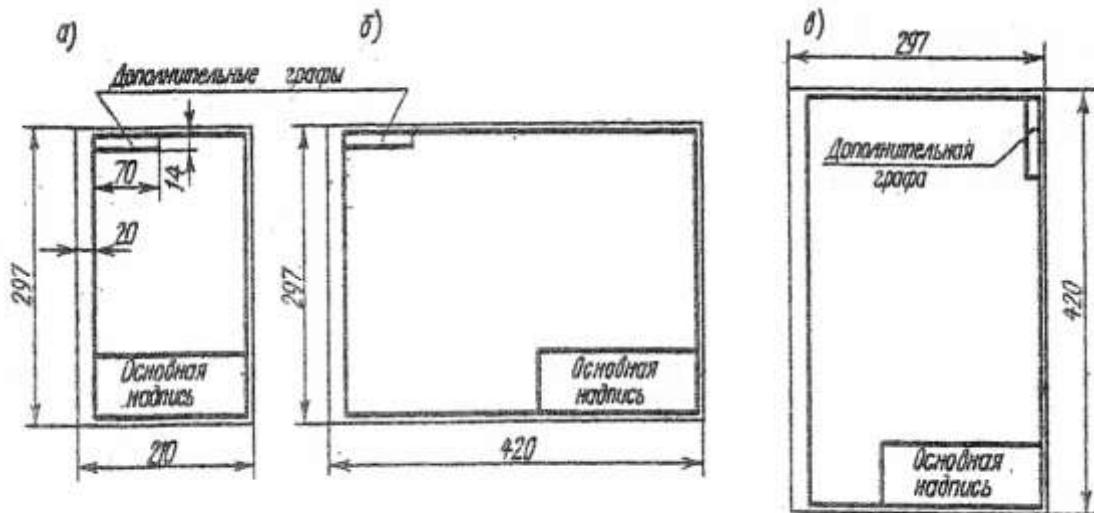
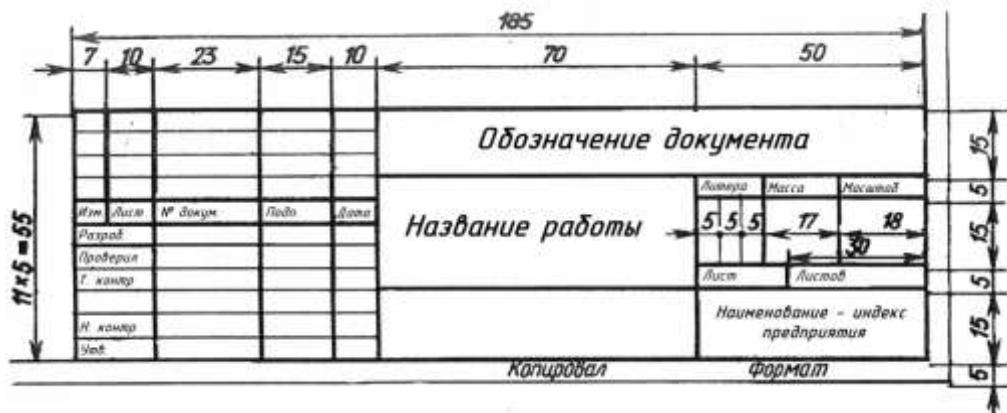

Рис.1 Расположение основной надписи на листе
Рис.2 Основная надпись
Чертеж оформляется рамкой, которую проводят сплошной основной линией от верхней, правой и нижней сторон внешней рамки на 5мм и на 20мм от левой для подшивки листа. В правом нижнем углу формата помещают основную надпись чертежа (угловой штамп) Рис.1. Форма, содержание и размер графической основной надписи для технических чертежей (рис.2)
- 2.Соблюдая размеры основной надписи (рис.2) вычертите контуры сплошной тонкой линией;